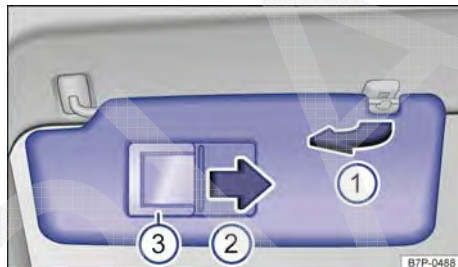

Fig. 123 No revestimento do teto dianteiro: para-sol para o condutor.
- Retirar do suporte e virar para as portas no sentido da seta → Fig. 123 ①.
No para-sol rebatido para baixo encontra-se um espelho de cortesia atrás de uma cobertura → Fig. 123 ②. Ao abrir a cobertura no sentido da seta, é iluminada a área adjacente do espelho ③. ►